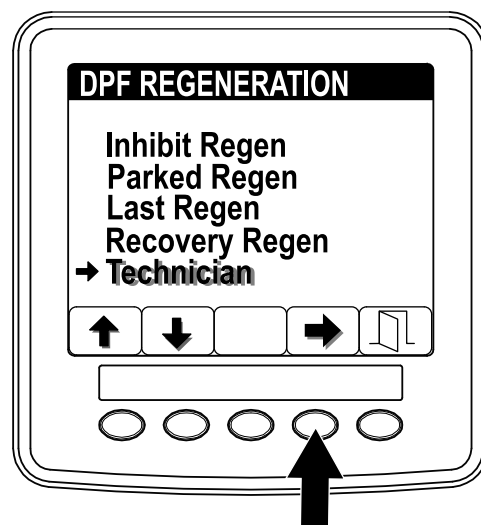

Figure 38
1. Ouvrez le menu DPF Regeneration, puis appuyez sur le bouton 1 ou 2 pour naviguer jusqu'à l'option TECHNICIAN (technicien) (Figure 38).
2. Appuyez sur le bouton 4 pour sélectionner l'option Technician (Figure 38).